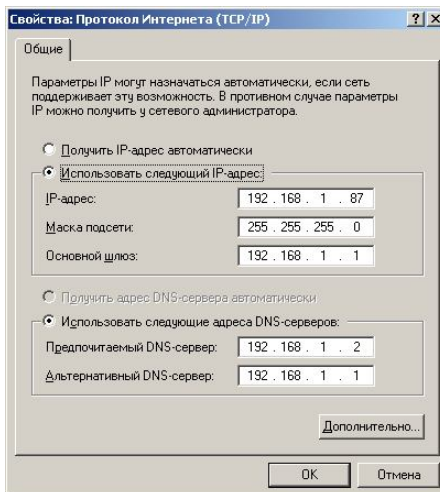

Рисунок 16.4 – Первоначальная настройка IP адреса
11. Откроется окно (рисунок 16.4)